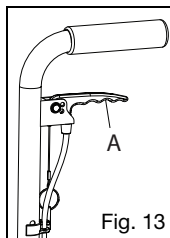

Fig. 13
- a. Squeeze the trigger (Fig. 13:A).